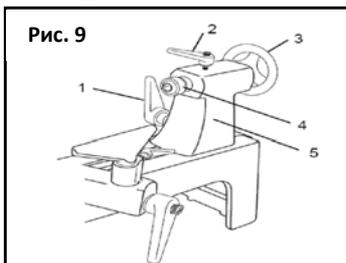

Рис. 9
1. Чтобы отрегулировать заднюю бабку (5), ослабьте стопорный рычаг (1) и установите заднюю бабку (5) в необходимое положение см.рис.9. Зафиксируйте положение стопорный рычаг (1).
2. Шпиндель можно устанавливать на расстоянии до 63,5 мм от корпуса задней бабки. Ослабьте стопорный рычаг (2) и подвиньте шпиндель задней бабки (4), затем поворачивайте маховик по часовой стрелке, чтобы выдвинуть шпиндель. Чтобы установить шпиндель на место, поворачивайте маховик против часовой стрелки. Зафиксируйте стопорные рычаги (1) и (2) перед работой.